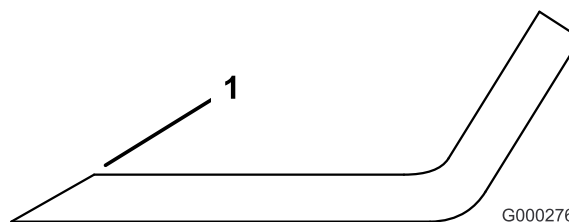

Figura 79
1. Affilate i taglienti da entrambe le estremità della lama con una lima (Figura 79). Rispettate l'angolazione originale. La lama conserva il proprio equilibrio soltanto se viene rimossa una quantità uguale di materiale da entrambi i taglienti.